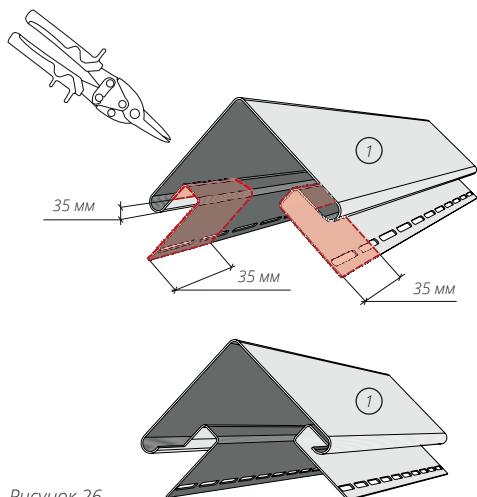
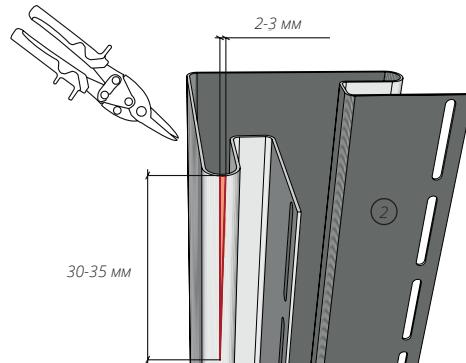

Рисунок 26
Рисунок 27
12.6 Если высота здания больше 3 метров, необходимо нарастить угол. Для этого срезаем верхнюю тыльную часть наращиваемого угла (рис. 26). В нижнем углу делаем вырез в виде треугольника на боковых ребрах согласно рис. 27. Вырез треугольника на боковых частях нижнего угла будет немного замаскирован, но уменьшит прогиб нижнего угла в соединении и позволит элементам оставаться более подвижными при тепловых расширениях и сжатиях. После монтажа, возможен небольшой прогиб в нижнем углу в месте соединения.